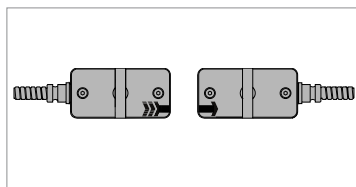

Рис. 2. Направление потока
- Установите датчики в направлении потока (Рис. 2).